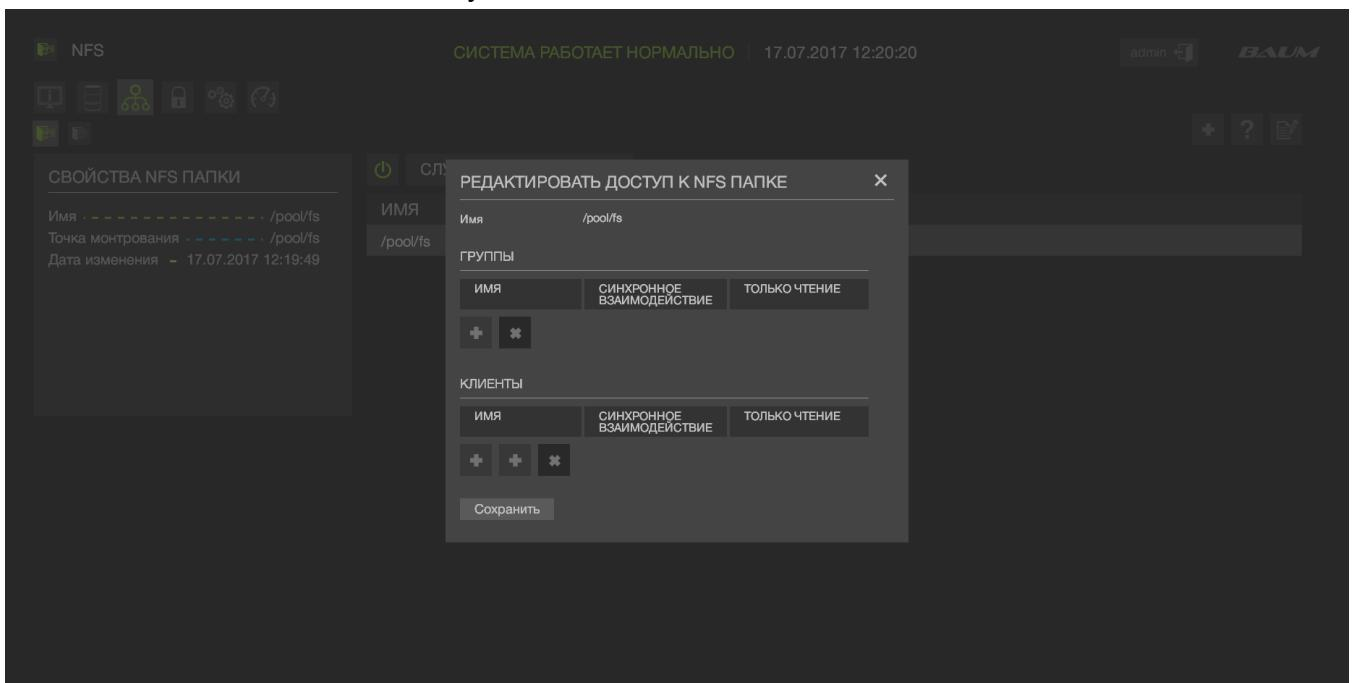

Рисунок 47 - Редактирование доступа к NFS папке
- 11) Нажать на кнопку «Редактировать доступ» в окне «Действия» (см. Рисунок 47)